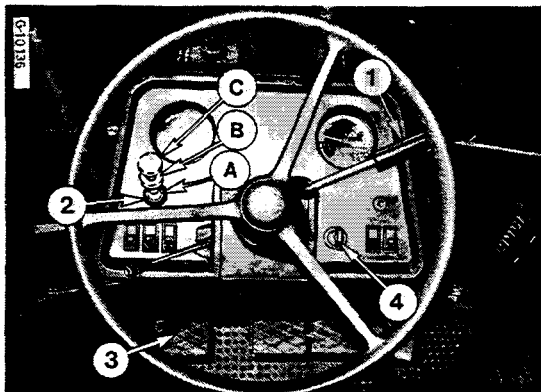

Figure 16
- 1 - Placez l'accélérateur à main (1) - Figure 16 - en position de régime maxi à vide.
- 2 - Tirez la commande de démarrage (2) jusqu'à sa première position (B) et maintenez-la ainsi.
- 3 - Appuyez sur la pédale de débrayage (3).
Repoussez la commande de démarrage (2) - Figure 16 - en position (A).
Pour démarrer par temps froid, (0°C et en-dessous tournez le contacteur d'allumage (4) Figure 16 en position (2) - Figure 7 - et maintenez-le ainsi 60 secondes. Puis tournez le contacteur en position (3).
Maintenez la commande de démarrage (2) Fig. 16 pendant environ 20 secondes en position (B). Puis poussez-la en position (A).
Quand le moteur est lancé, gardez la commande (2) Figure 16 à la position (B) pendant 20 secondes environ puis poussez-la à la position de travail (A).
- 3 - Tirez complètement la commande d'arrêt (2) - Fig. 16 pour arrêter le moteur.
- 5 - Repoussez la commande d'arrêt (2) à la position (A).